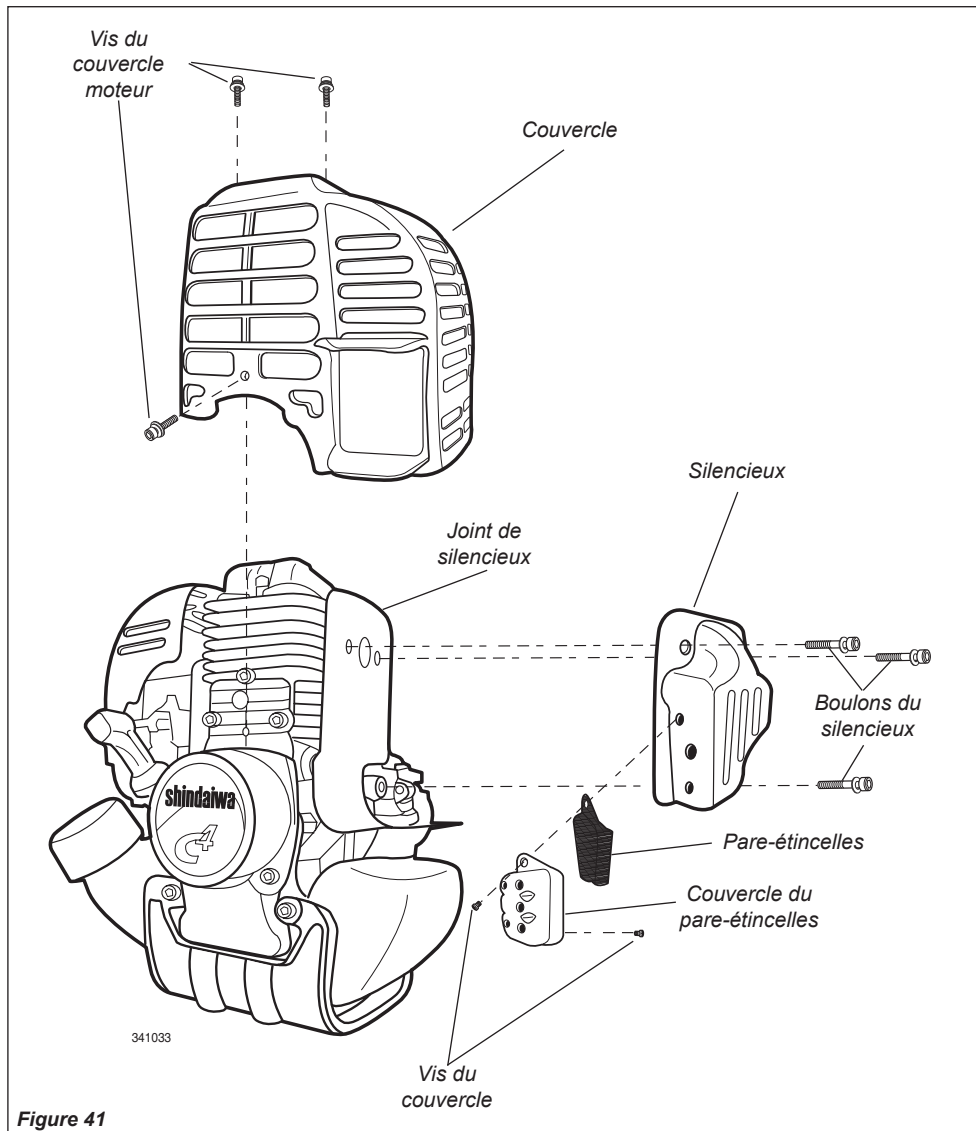

Figure 41
1. Avec une clé hexagonale de 3 mm, ôter les trois vis du couvercle moteur, ainsi que le couvercle moteur. Voir figure 41.
2. Avec une clé hexagonale de 4 mm, ôter les trois boulons du silencieux, ainsi que le silencieux. Voir figure 41.
3. Avec un petit tournevis plat, retirer les deux vis maintenant le pare-étincelles et le couvercle sur le silencieux. Voir figure 41.